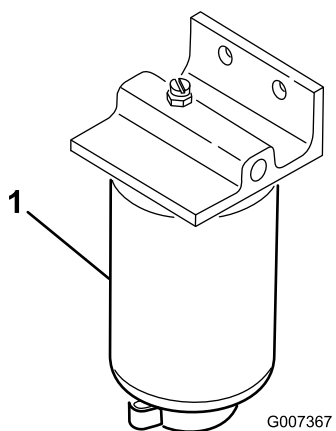

Figure 34
1. Placez un bac de vidange propre sous le filtre à carburant (Figure 34).